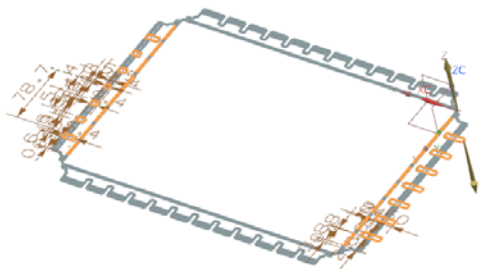

图 2-66 预览所创建的法向除料特征
(5) 视图区预览所创建的法向除料特征, 如图 2-66 所示。